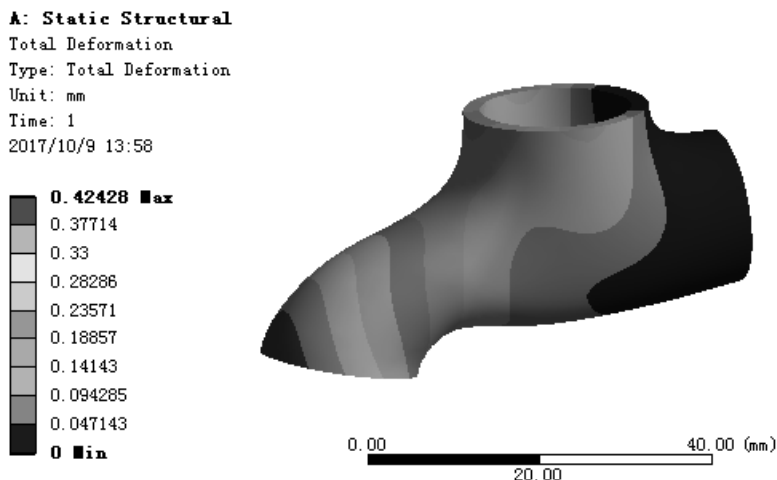

图 9.4.14 位移变形结果图解
(3) 查看位移结果图解。在“Outline”窗口中选中 **Total Deformation**，查看图 9.4.14 所示的位移变形结果，其最大位移为 0.42428 mm。